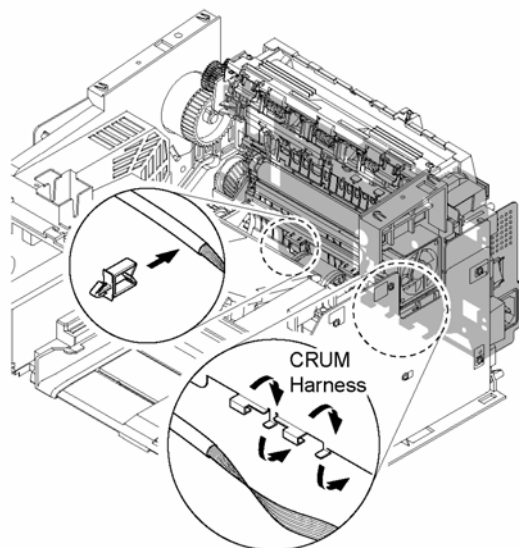

Рисунок 2
4. Аккуратно освободите жгут проводов CRUM из экрана принтера в направлении стрелок, рисунок 2.